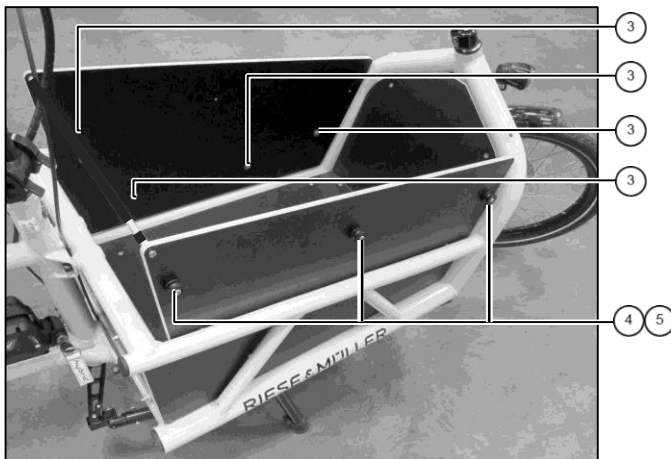

Abb. 1: Seitenwände montieren
1. Rundknöpfe ^④ auf Thermoplastschrauben ^⑤ stecken und Thermoplastschrauben ^⑤ gemäß Abb. 1 in Seitenwände schrauben.
3. Unterlegscheiben ^② auf Senkkopfschrauben ^① schieben. Senkkopfschrauben durch Bohrungen ^③ der Seitenwände stecken und locker in die Gewinde in der Reling drehen.
4. Seitenwände ausrichten und alle acht Senkkopfschrauben ^① festziehen.